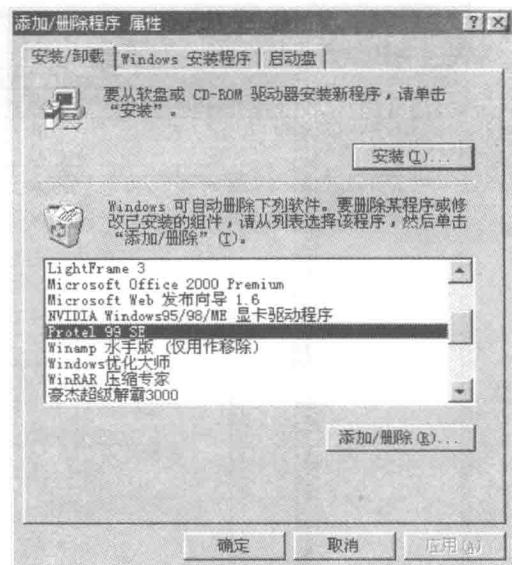
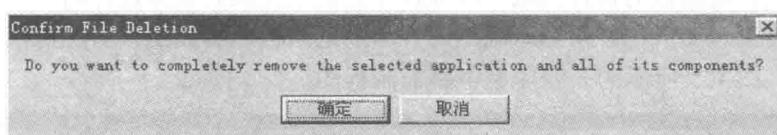

图 1.2 “添加/删除程序属性”对话框
图 1.3 删除确认对话框
(1) 在 Windows 的“开始”菜单中选择“设置/控制面板”，然后在控制面板中选择“添加/删除程序”选项，显示如图 1.2 所示的对话框。
(2) 在该对话框中，单击“添加/删除”按钮，将显示“Setup”对话框。其中，选择“Modify”单选按钮，将自动修复被破坏的 Protel 99 SE 系统的功能；选择“Repair”单选按钮，将重新安装 Protel 99 SE；选择“Remove”单选按钮，将卸载 Protel 99 SE。
(3) 选择“Remove”单选按钮后单击“Next”按钮，将显示如图 1.3 所示的对话框。